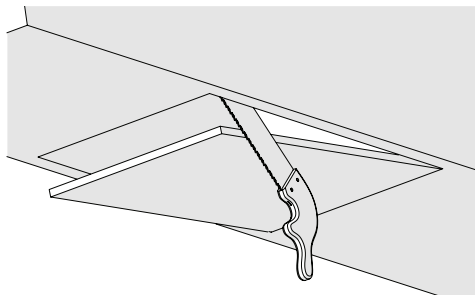

Rys. 6
- Wywiercić otwory wskazane na szablonie montażowym jako A, B, C, D, stosując wiertło $\varnothing 4$ mm. Rys. 6